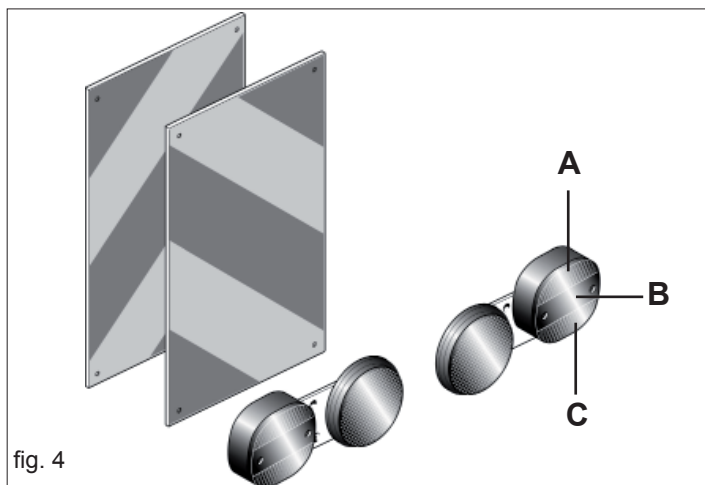

fig. 4
- 9) Dacă utilajele pe care le transportați împiedică vizibilitatea dispozitivelor și semnalelor de gabarit sau sistemul de iluminare al tractorului, acestea vor fi puse și pe utilaje, conform regulilor de circulație naționale în vigoare. Asigurați-vă că instalația de semnalizare a utilajului funcționează. Vă reamintim că dotarea corectă cu faruri a unui astfel de utilaj prevede (Fig. 4):